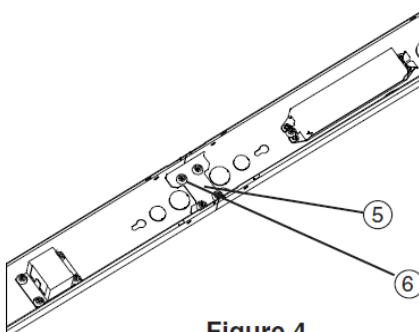

Figure 4
- 10 Attach continuous row bracket (9) as seen in Figure 4.
10. Fixez le support de montage en rangée continue (9) comme illustré à la figure 4.
12. Couper le câble d'alimentation à la longueur désirée. Dénuder les fils noir et blanc à l'aide d'un dénudeur de fil pour dégager de 3/8 à 7/16 po de fil métallique. Voir la Fig. 4.